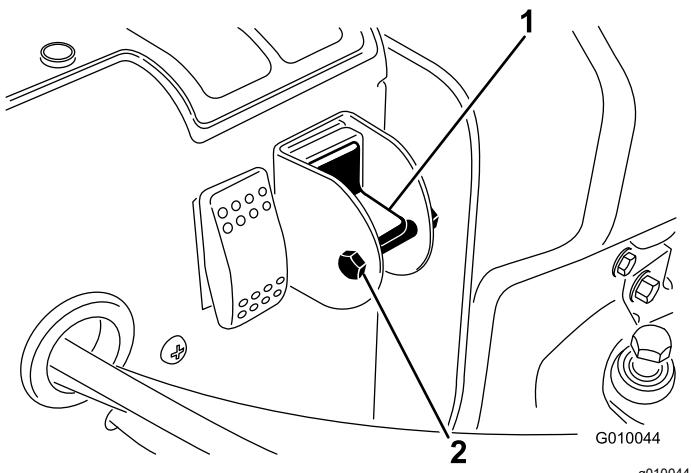

Figure 21
- Enlevez le boulon et l'écrou de blocage du sélecteur (Figure 21).